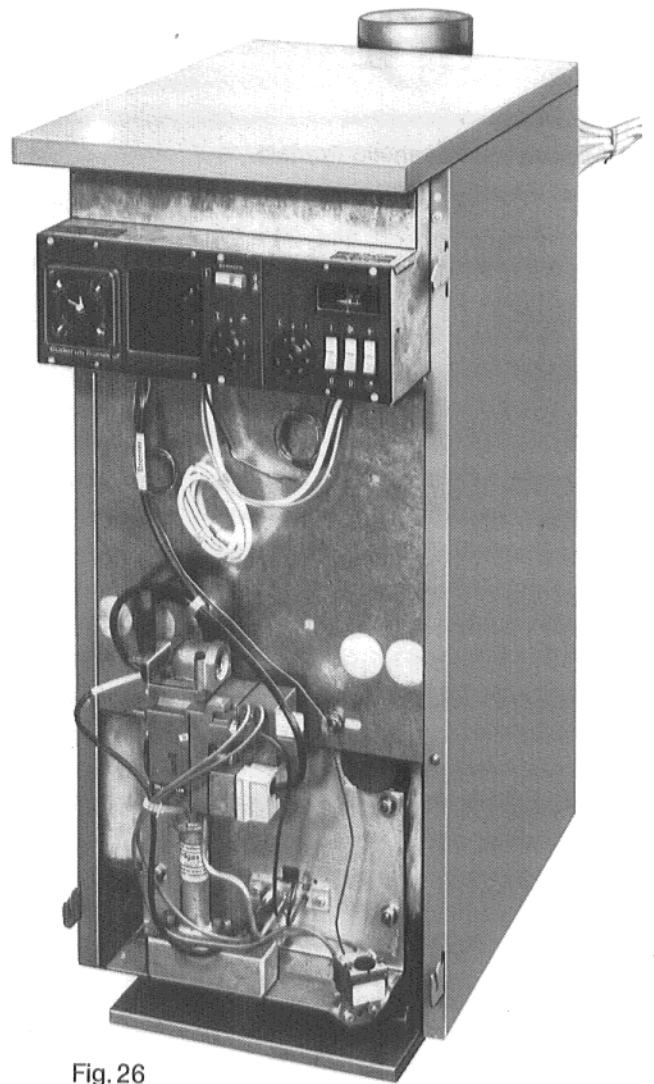

Fig. 26
11. Posa del pannello superiore (Fig.26 e 27)